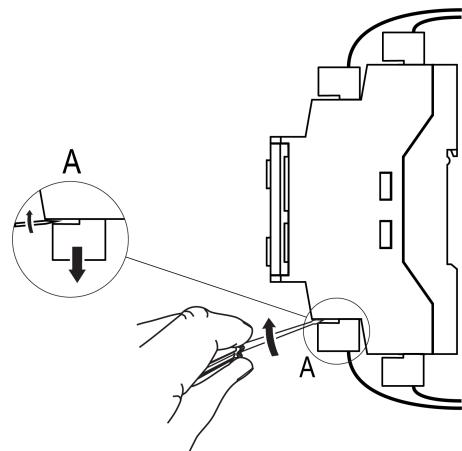

Рисунок 4.3 – Отсоединение съемных частей клемм
- Отделить от прибора съемные части каждой из клемм вместе с подключенными внешними линиями связи с помощью отвертки или другого подходящего инструмента (см. рисунок 4.3).